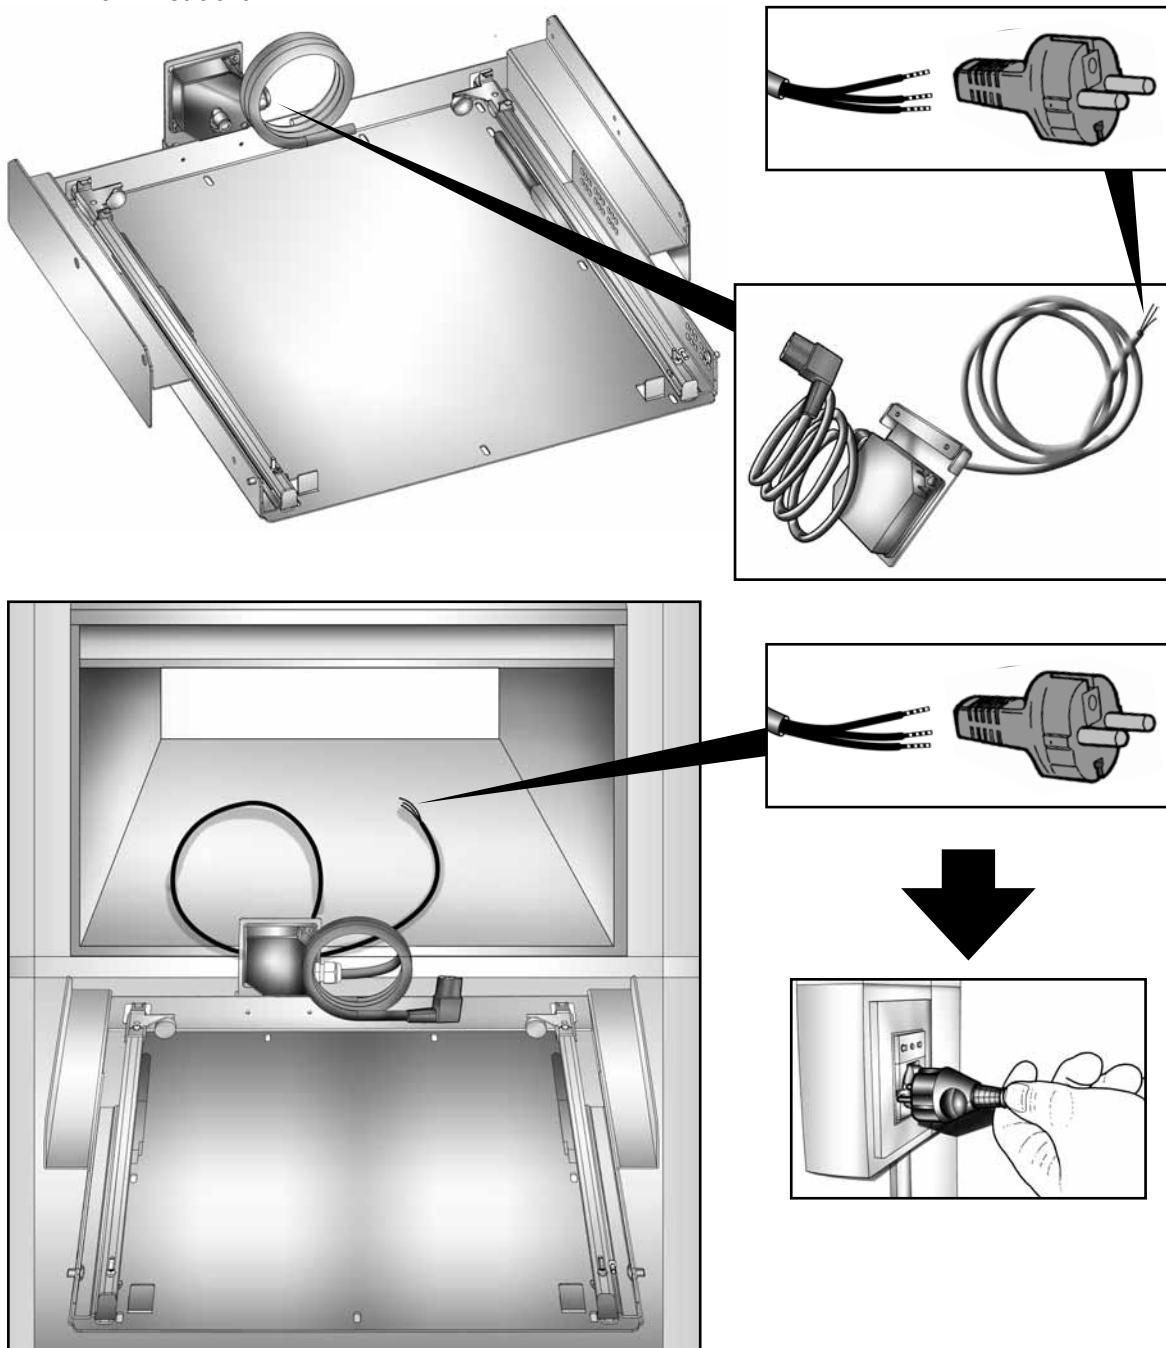

Abb. 1
- 2** Verbinden Sie präventiv das Versorgungskabel aus der Ausstattung des Einbau-Kit an eine geeignete Stromsteckdose zur Stromversorgung der Maschine (**Abb. 1**).